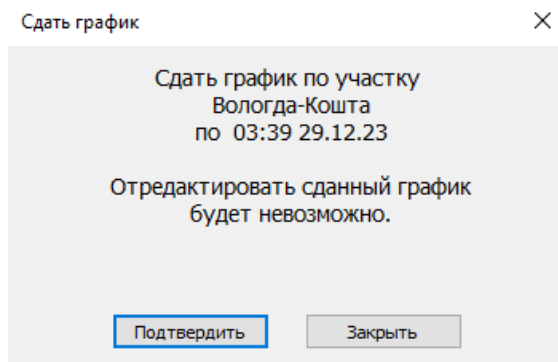

Рис.152. Окно окончательного подтверждения «Сдать график»
4. После выбора времени и нажатия кнопки «Подтвердить» появляется окно «Сдать график» с сообщением: «Отредактировать сданный график будет невозможно» (см. рис. 152).